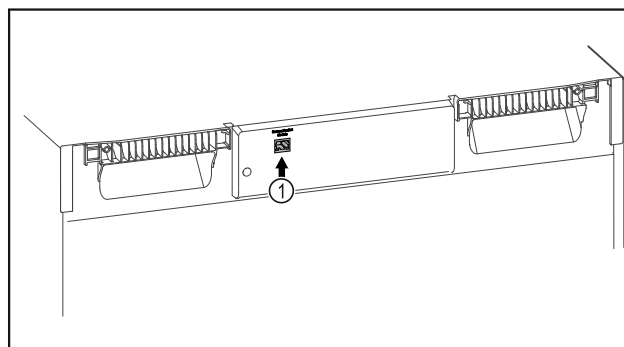

Fig. 112
- SmartModule Fig. 112 (1) naudojamas.